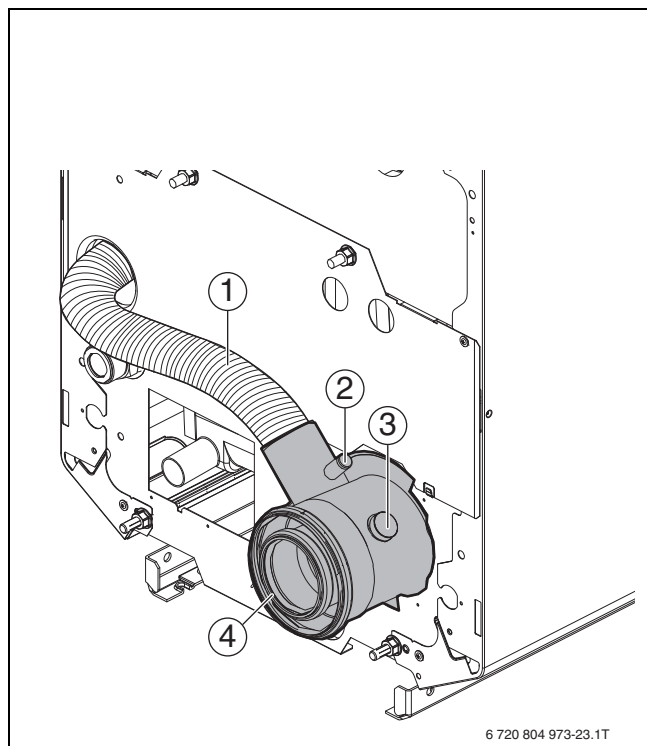

Fig. 22 Buse air-fumées
Les mesures sont toujours effectuées dans la buse air-fumées (→ fig. 22, [3]).
- ▶ Plonger la sonde de mesure à travers l'ouverture de mesure dans la buse de raccordement air-fumées jusqu'au courant primaire (au milieu du tuyau de fumées) des fumées (température maximale des fumées) (→ fig. 22, [3], page 16).